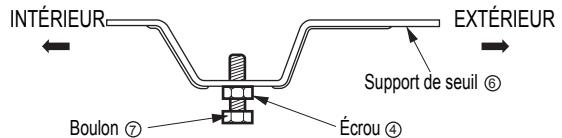

Fig. 3
- Assemblez le support de seuil ⑥ à l'aide des pièces illustrées dans la fig. 3 mais ne les serrez pas. (Fig. 3)